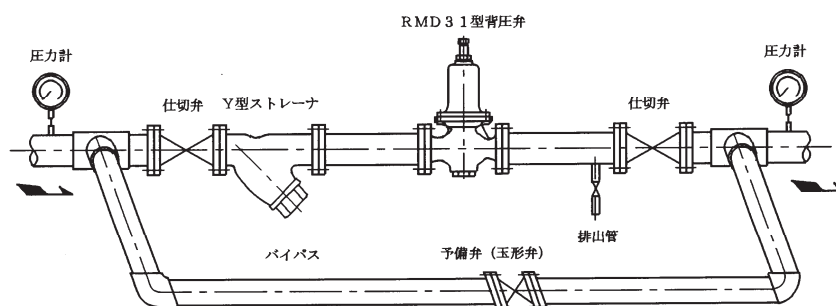

図4 配管例図(液体用)
- 2.4 配管に際しては図4・5の配管例図は示すように、Y型ストレーナ及び予備弁(玉形弁)を備え、更に前後弁(仕切弁)と圧力計を取り付けるよう御計画ください。